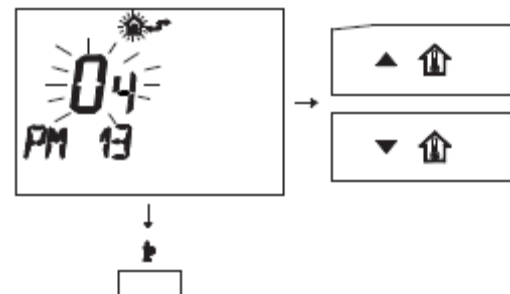

рис. 5.47
- Поменяйте запрограммированную установку с помощью кнопок или и подождите, пока запрограммированное цифровое значение начнёт мигать (см. рис. 5.47).